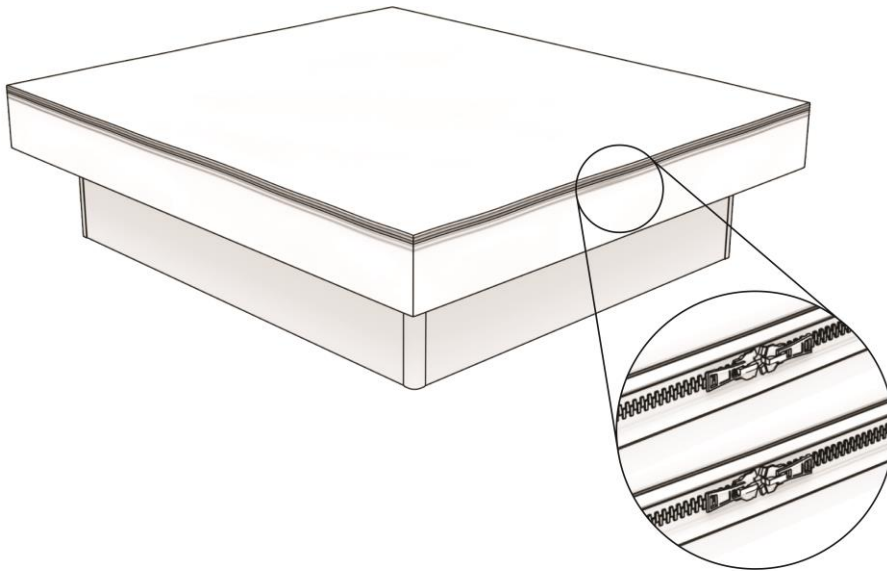

Abbildung 22: Den Topliners zwischen der Unterseite und der Oberseite des Bezuges platzieren und befestigen.
**Schritt 26.** Dieser Schritt ist nur dann eine Ergänzung zum vorherigen Schritt, wenn Sie einen zusätzlichen Topliner erworben haben. Wenn dies nicht der Fall ist, fahren Sie bitte direkt mit Schritt 27 fort. Falls Sie einen Topliner haben, müssen Sie ihn zwischen der Unterseite und der Oberseite des Bezuges mit einem Reißverschluss befestigen. Sie enden mit einem Doppelreißverschluss, wie in Abbildung 22 dargestellt.